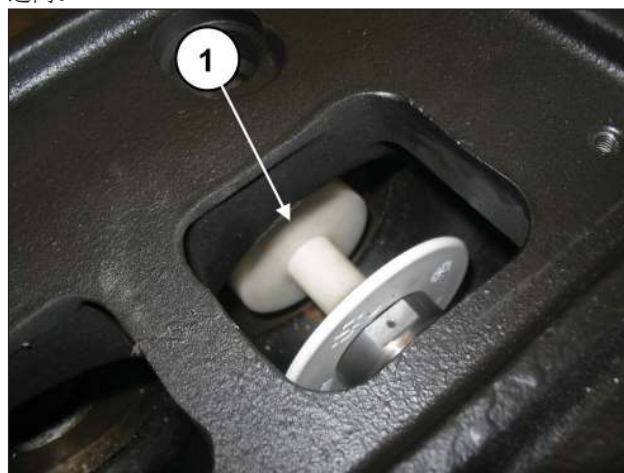

图158
用手转动轴，令3个活塞逐渐处于上止点的位置，并将缓冲垫（代码27516600）插入活塞导承和活塞（①, 图158）之间。